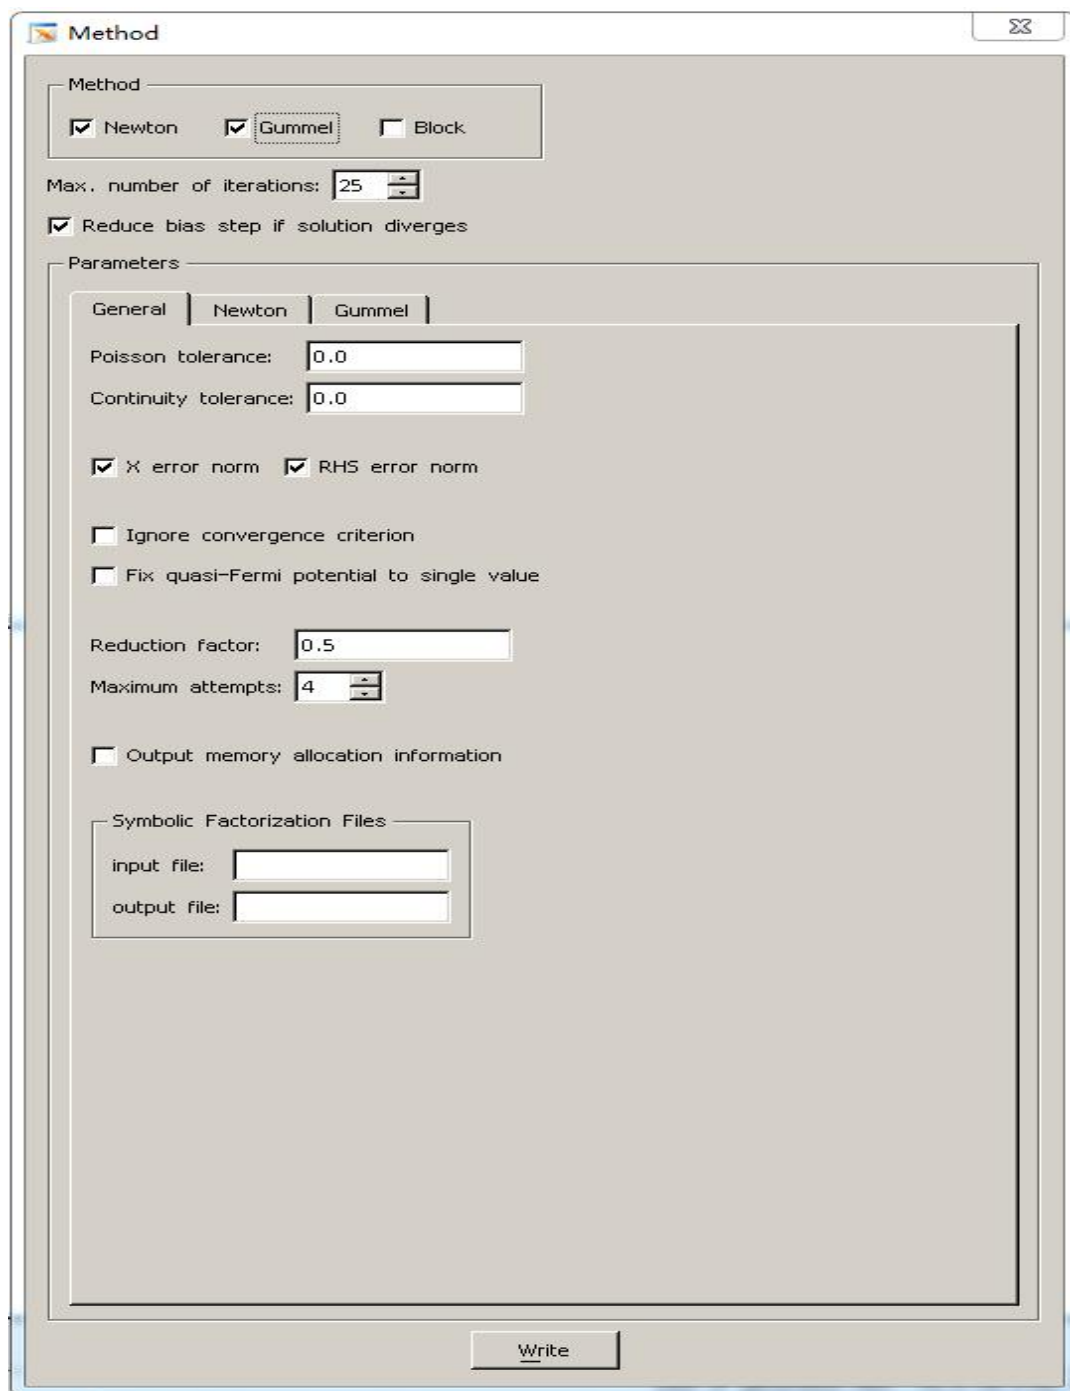

图 25
(1) 在 Commands 菜单中，依次选择 Solutions 和 Method...项，Method 菜单将会出现。在 Method 栏中选择 Newton 和 Gummel 选项，如图 25 所示；默认设定的最大重复数为 25，这个值可以根据需要修改。